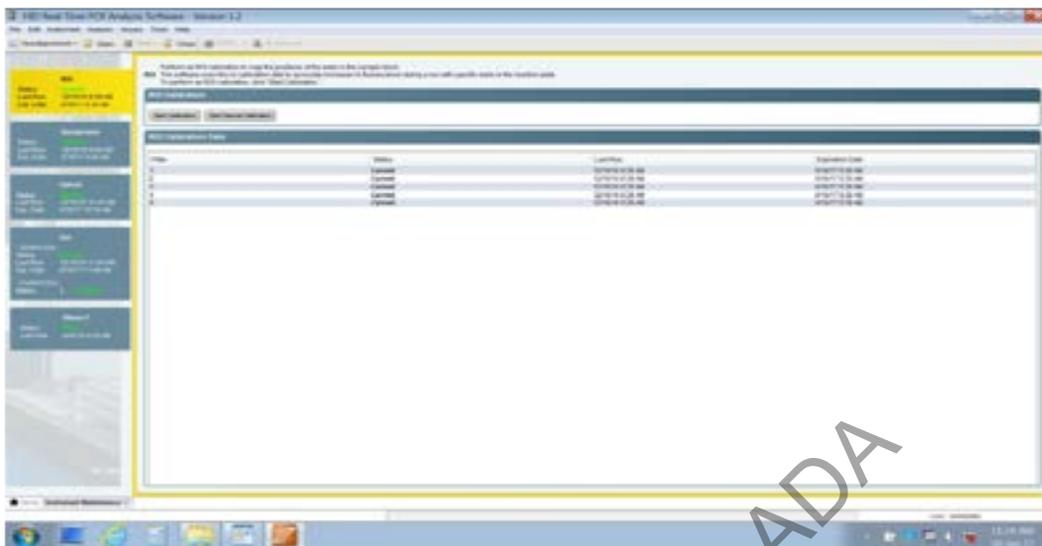

Figura 23. Pantalla principal de calibración
7.4.1.10 Seleccione la opción **ROI** que aparece en el menú de la izquierda de la pantalla y seleccione **Start Calibration**. Ver figura 23